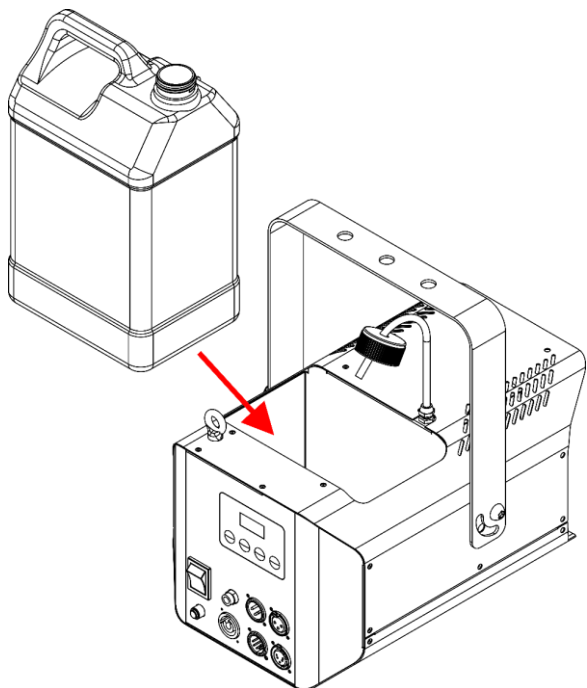

Fig. 18
- 07) Rimettere il serbatoio del liquido nel dispositivo, come mostrato nella Fig. 18.